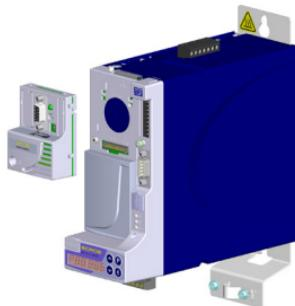

Figura 4.2: Instalação do acessório
3. Conectar o acessório no slot apropriado, tal como ilustrado na figura 4.2. O acessório ECO3 somente poderá ser conectado no Slot 2.